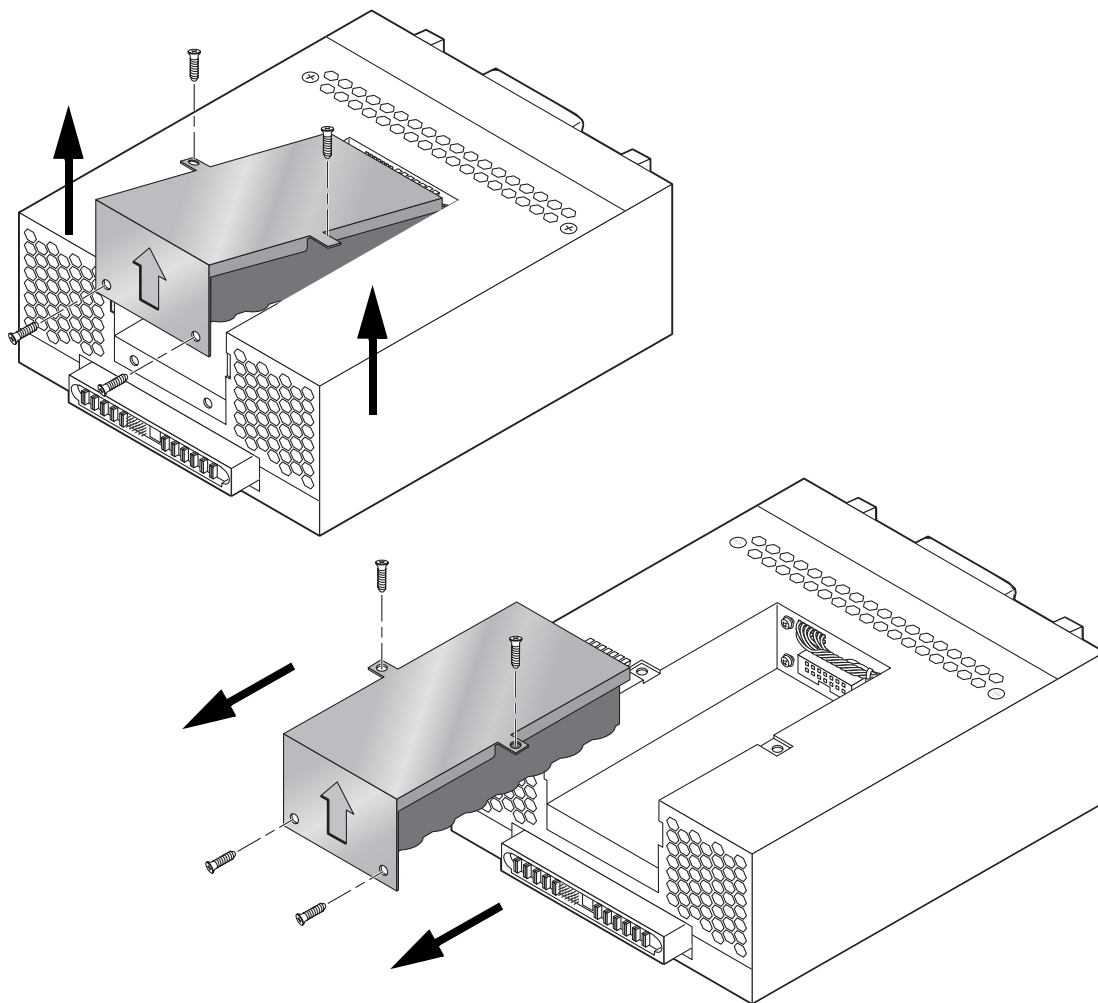

FIGURE 6-11 Retrait de la batterie UPS
3. Dévissez les quatre vis cruciformes qui fixent la batterie UPS à l'UAR (FIGURE 6-11).